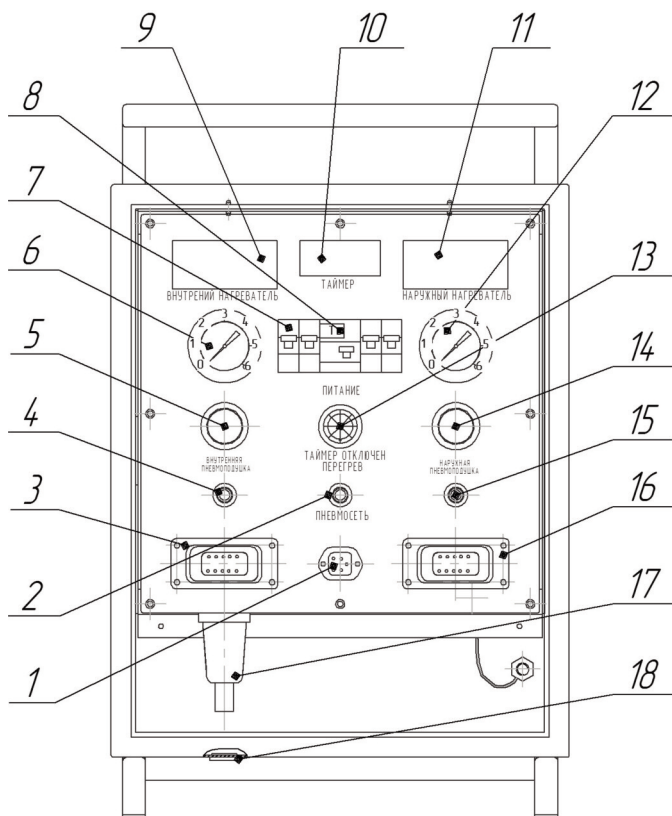

рис. 7
В конструкцию пульта управления введен фильтр для защиты элементов пневмосистемы от мелких частиц, влаги и масла (см. рис. 7 стр. 10). Слив конденсата производится через клапан. Очистка фильтра производится путем разбора пластмассового стакана.
6.23 Включить дифференциальный автомат "ПИТАНИЕ" (см. Рис. 7), при этом загорится сигнальная лампа "ТАЙМЕР ОТКЛЮЧЕН; ПЕРЕГРЕВ". "АВТОМАТ ЗАЩИТЫ НАРУЖНОГО НАГРЕВАТЕЛЯ" и "АВТОМАТ ЗАЩИТЫ ВНУТРЕННЕГО НАГРЕВАТЕЛЯ" должны быть включены.